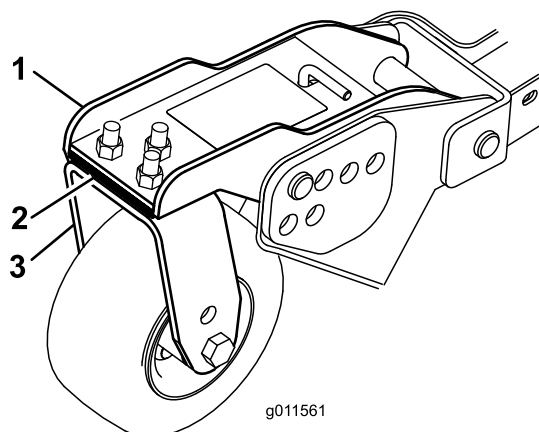

Figure 28
3. Ajoutez ou retirez des cales de 3 mm sur le(s) bras pivotant(s) avant pour que la hauteur de coupe corresponde à celle indiquée sur l'autocollant (Figure 28).